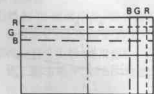

图19
- 将调节模块(b)深插入于偏转线圈和CRT之间,通过向左调节偏转线圈的位置,消除图19所示的误差聚焦。